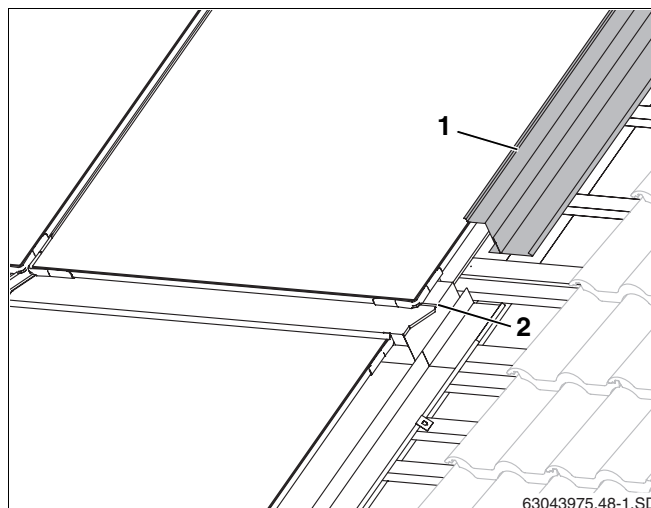

Fig. 55 Lamiera di copertura laterale destra
- Montare le lamiere di copertura laterali superiori (fig. 55, **pos. 1**) come le inferiori (capitolo 10.2 "Lamiere di copertura laterali").
- Far scivolare le lamiere di copertura laterali sopra le pieghe delle lamiere di copertura centrali (fig. 55, **pos. 2**).